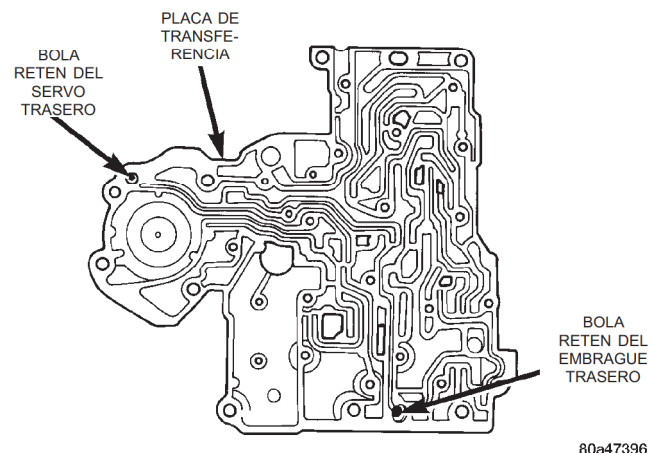

Fig. 54 Bolas retén del servo trasero y el embrague trasero
(20) Tome nota de la posición de las bolas retén del servo del embrague trasero/servo trasero y el filtro como referencia para el ensamblaje (Fig. 53) y (Fig. 54).